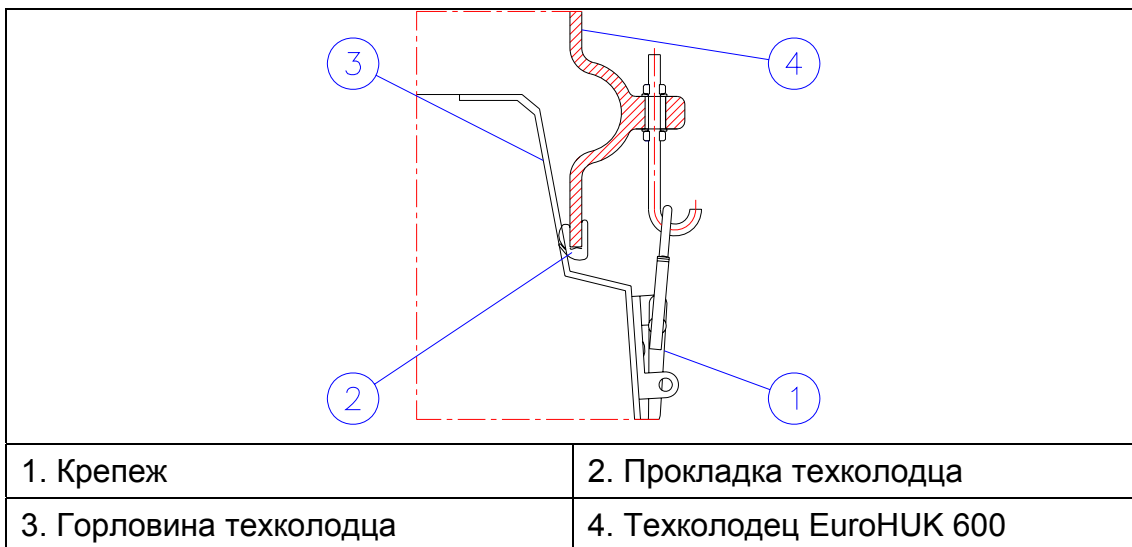

Рис. 4. Установка технического колодца EuroHUK.
10. Установите резиновую прокладку на нижнюю кромку техколодца. Установите техколодец EuroHUK в вертикальном положении на горловину отделителя и зафиксируйте крепежи (Рис. 4).